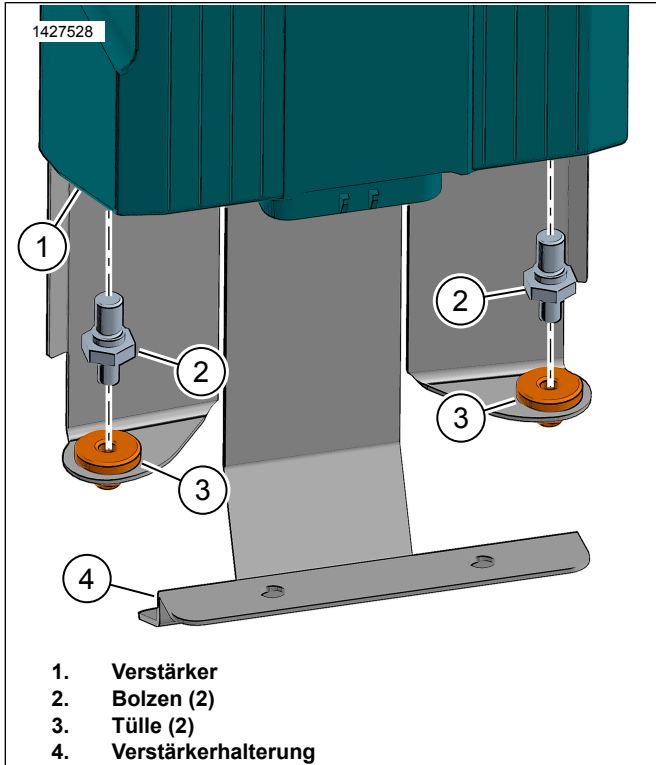

Abbildung 12. Verstärker Spikezapfen
4. Abbildung 12 Die Tülle (3) in Verstärker-Befestigungshalterung (4) einbauen.
5. Den Haltestift (2) in Verstärker (1) einbauen. Festziehen.